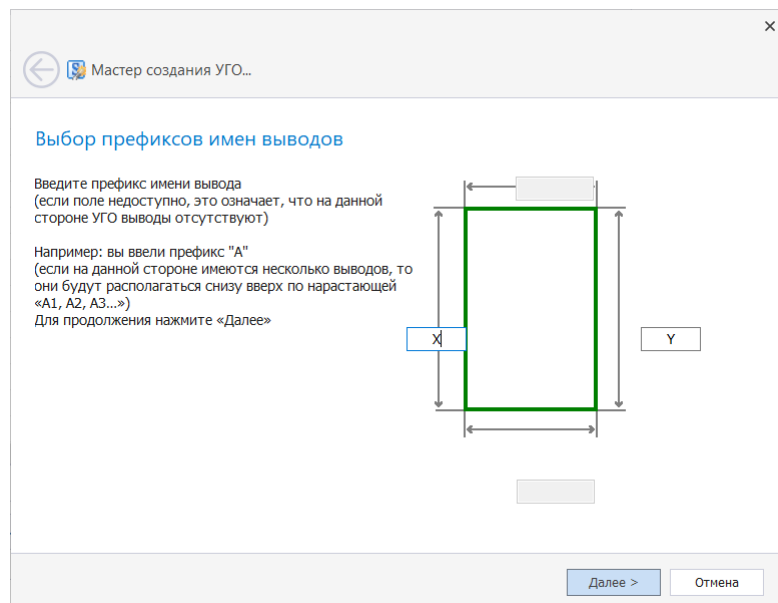

Рис. 194 Префиксы меток выводов
4. Указать префиксы меток выводов, см. Рис. 194.